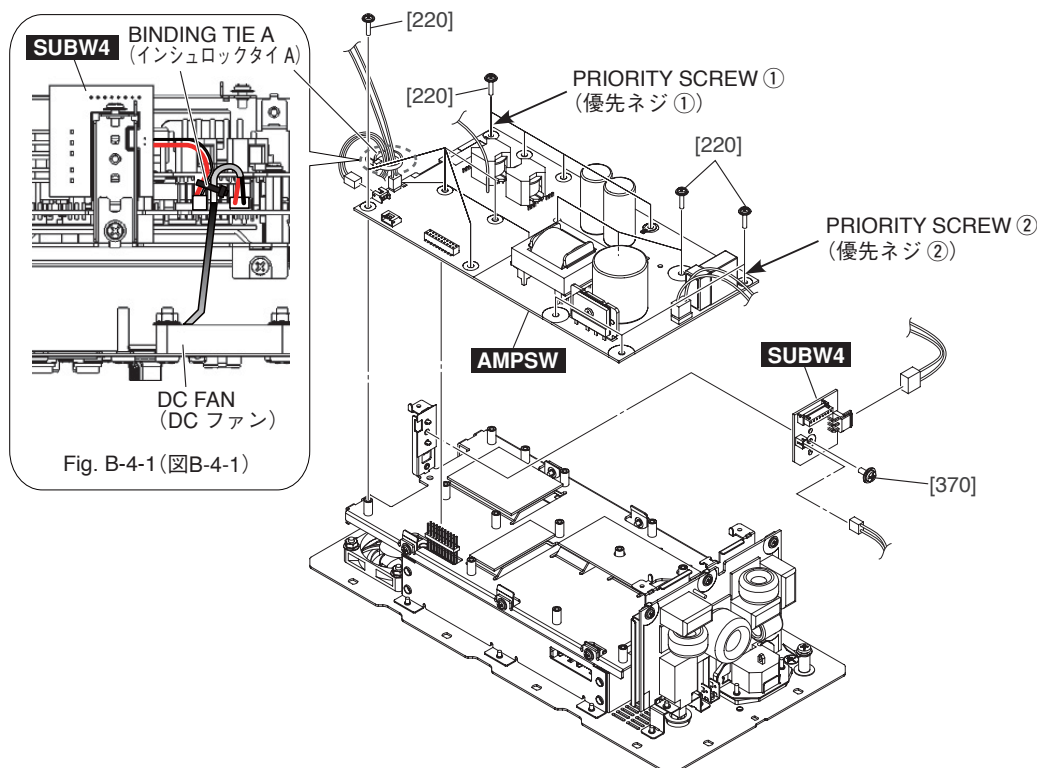

Fig. B-4 (図B-4)
- B-4-4 Remove the fourteen (14) screws marked [220]. The AMPSW circuit board can then be removed. (Fig. B-4)
- * **Be sure to remove binding tie A. Install as before binding tie A was removed. (Fig. B-4, Fig. B-4-1)**
- * **When installing the AMPSW circuit board, first tighten the two (2) priority screws in order as shown in Fig. B-4.**
- B-4-4 [220] のネジ 14 本を外して、AMPSW シートを外します。(図 B-4)
取り付けるときは、インシュロックタイ A を取り外す前と同じように取り付けてください。(図 B-4、図 B-4-1)
- ※ AMPSW シートを取り付けるときは、優先ネジ 2 本を図に示す順番で先に締めてください。(図 B-4)
- B-5-4 Remove the screw marked [370]. The SUBW4 circuit board can then be removed. (Fig. B-4)
- B-5-4 [370] のネジ 1 本を外して、SUBW4 シートを外します。(図 B-4)
* ***Be sure to remove binding tie A. Install as before binding tie A was removed. (Fig. B-4, Fig. B-4-1)***
※ インシュロックタイ A を必ず外してください。取り付けるときは、インシュロックタイ A を取り外す前と同じように取り付けてください。(図 B-4、図 B-4-1)